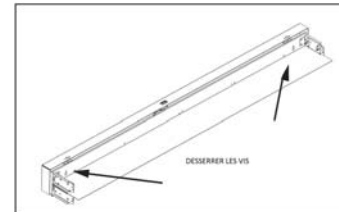

Figure 1
2. Desserrer les deux vis qui retiennent l'assemblage du réflecteur à la plaque arrière (voir figure 1). Séparer l'assemblage du réflecteur de la plaque arrière.